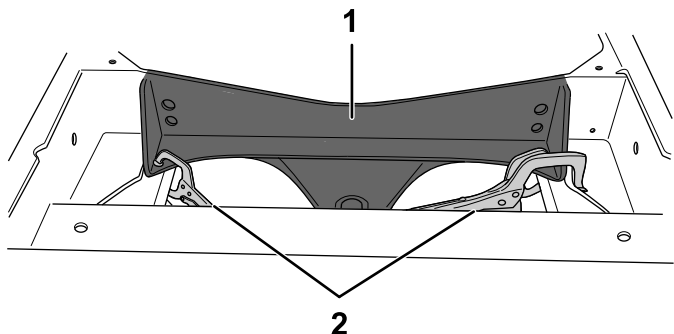

Рисунок 12
1. Установите сменную опору моста на место. Используя зажимы и металлические опорные пластины, зафиксируйте ее, как показано на Рисунок 12. Убедитесь в том, что опора моста расположена заподлицо с имеющейся рамой и что зазоры отсутствуют.